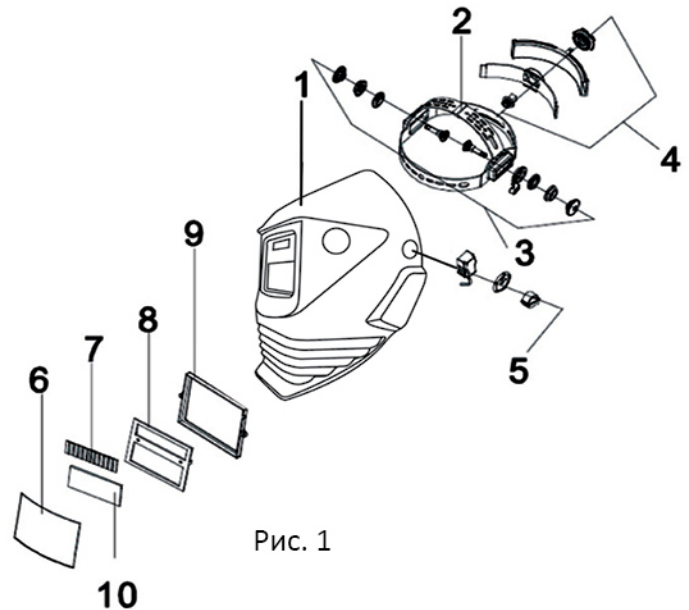
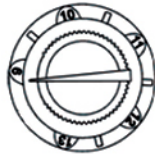

Рис. 1
Рис. 3
3.1 Загальний вигляд представлений на рис. 1
6.5.1 Виберіть відповідний рівень затемнення за допомогою регулятора 5 (рис. 1) відповідно до конкретного виду зварювання. Налаштування рівня затемнення відбувається в межах від 9 до 13 (рис. 3).